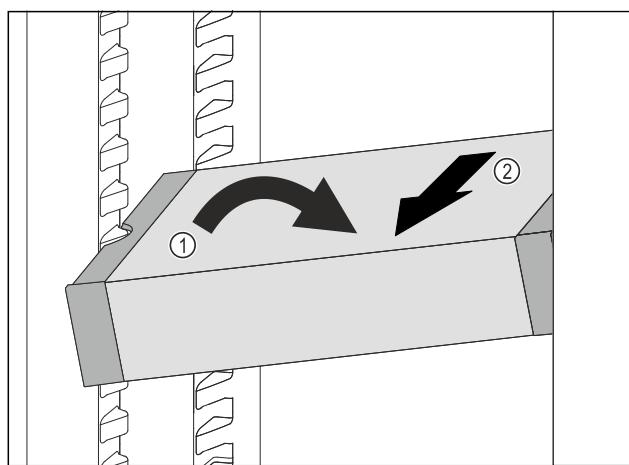

Fig. 186
- ▶ 在冷藏区中倾斜 VarioSafe。Fig. 186 (1)
- ▶ 向前取出 VarioSafe。Fig. 186 (2)